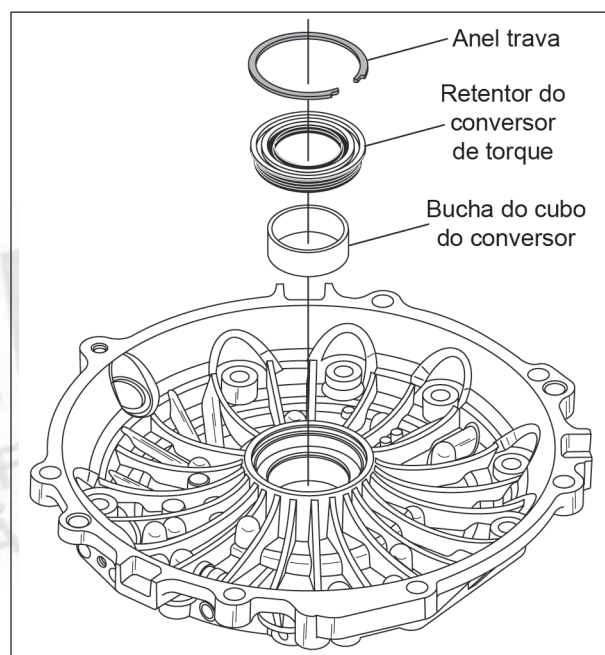

Figura 67
24. Instale nova bucha se necessário na carcaça do conversor, conforme mostra a figura 67, utilizando um cabo instalador apropriado.
26. Instale o anel trava do retentor, conforme mostra a figura 67, e certifique-se que ele esteja corretamente assentado em seu alojamento.